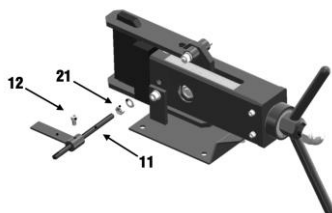

fig. 3
1. Placez le contre-écrou M8 (n° 21) sur la tige (n° 11), puis serrez jusqu'au bout des filets (fig. 3).